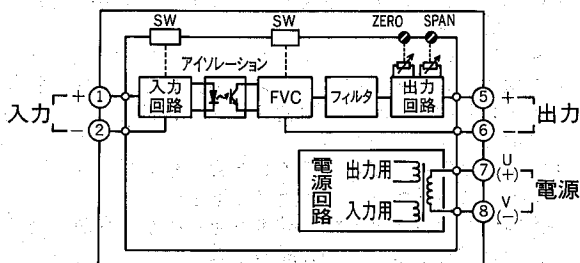

図1
図1の①、②に入力される各種の入力信号は入力回路で波形整形されフォトカプラで絶縁された後、FVコンバーター（FVC）のトリガー信号となります。入力パルス毎に発生するFVCの出力を、LPフィルタでリップル分を除去し直流電圧又は電流に変換して⑤、⑥に出力します。しかし入力周波数がシャットダウン周波数（裏面5.参照）以下の場合はシャットダウン機能により出力回路は抑制され入力周波数はゼロとみなされます。